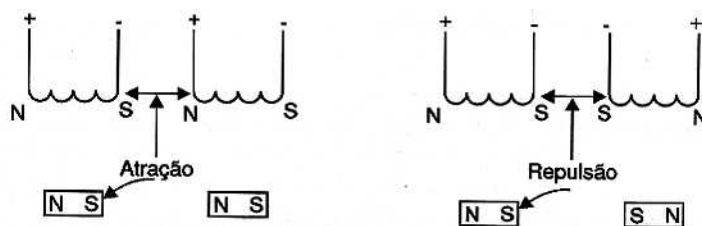

Figura 157- Forças entre ímãs e bobinas
Os motores elétricos convertem energia elétrica em energia mecânica (movimento). Os motores de corrente contínua (CC) ou motores DC (Direct Current), como também são chamados, são dispositivos que operam aproveitando as forças de atração e repulsão geradas por eletroímãs e ímãs permanentes. Conforme sabemos, se fizermos passar correntes elétricas por duas bobinas próximas, conforme mostra a figura 157, os campos magnéticos criados poderão fazer com que surjam forças de atração ou repulsão.